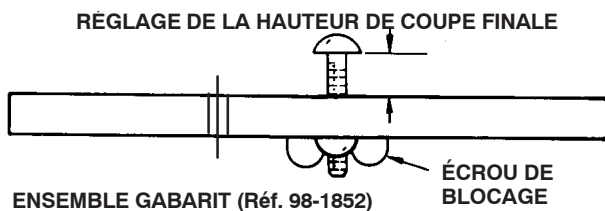
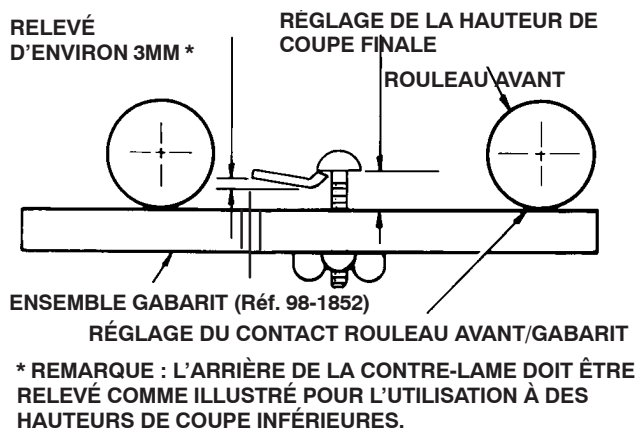

Figure 18
Figure 19
3. Desserrez l'écrou de blocage du gabarit et ajustez la première vis pour régler l'écartement entre le dessous de la tête de vis et le gabarit en fonction de la hauteur de coupe recherchée (Fig. 18). Serrez l'écrou de blocage pour fixer le réglage. Accrochez la tête de la vis sur le bord tranchant de la contre-lame et appuyez le gabarit contre le bas du rouleau avant (Fig. 19).
4. Desserrez les écrous du rouleau avant et réglez les deux extrémités du rouleau jusqu'à ce qu'il touche le gabarit de chaque côté. Maintenez le gabarit fermement contre le bas des rouleaux, et réglez le rouleau avant de sorte que la tête de vis passe juste par dessus le rebord de la contre-lame (Fig. 19). Serrez les écrous du rouleau avant.